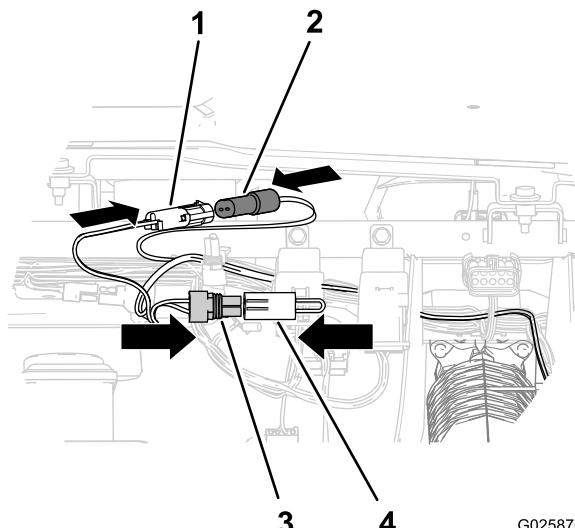

Figura 14
- C. Ligue o conector de 2 pinos da cablagem elétrica do interruptor ao conector do shunt (Figura 14).
- D. Ligue o conector de 2 tomadas da cablagem elétrica do interruptor para a ramificação do shunt ao conector de 2 pinos da cablagem da máquina que removeu do temporizador no passo B (Figura 14).